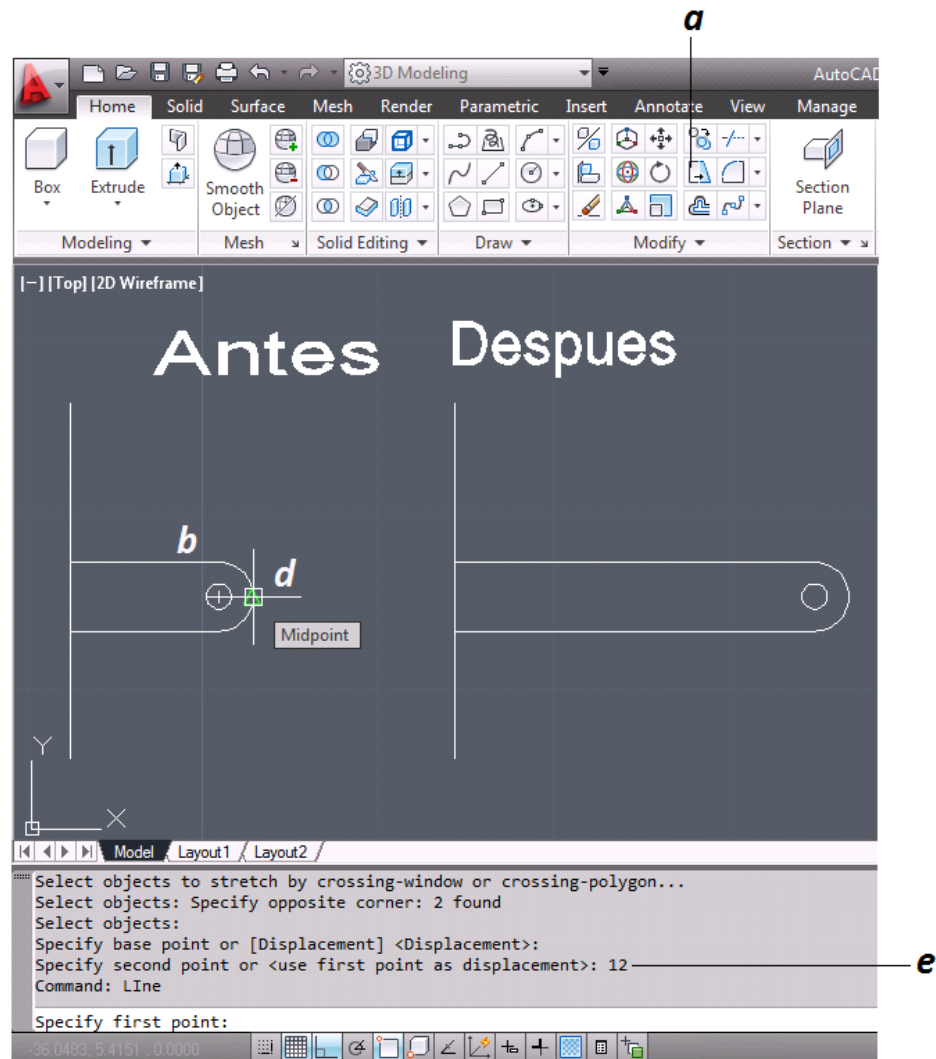

Figura 3.39 Modificacion de Entidades “Estirar”
- Se introduce el comando EI [S] y se da enter (*figura 3.39*).
- Se seleccionan las entidades que se van a estirar (*figura 3.39*).
- Se selecciona el punto del cual se va a estirar la pieza (*figura 3.39*).
- Se ingresa la distancia que se alargara a partir del punto indicado la cual en este caso es 12, o en su defecto con un clic se define la longitud (*figura 3.39*).